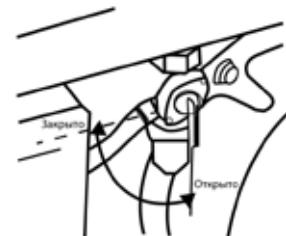

Рис. 7
- Откройте топливный кран (Рис. 7)